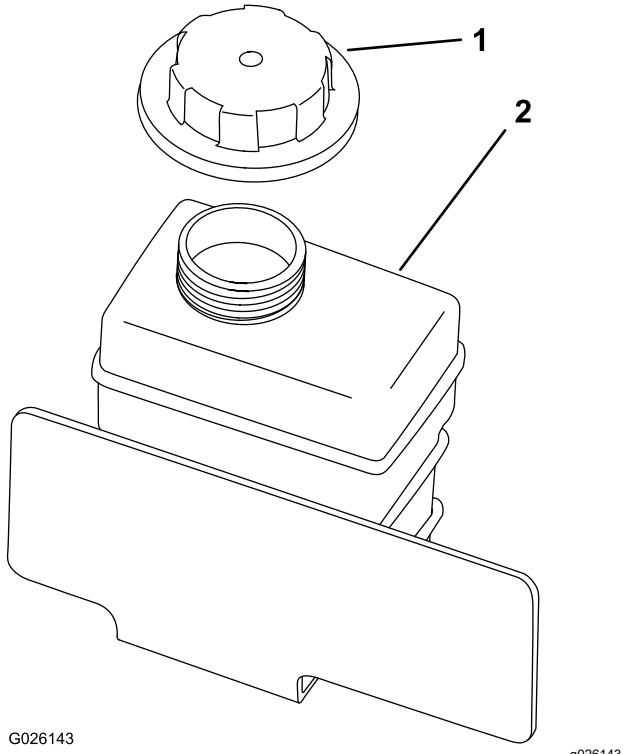

Figura 52
4. Verifique o nível de líquido de arrefecimento dentro do depósito de reserva (Figura 52).